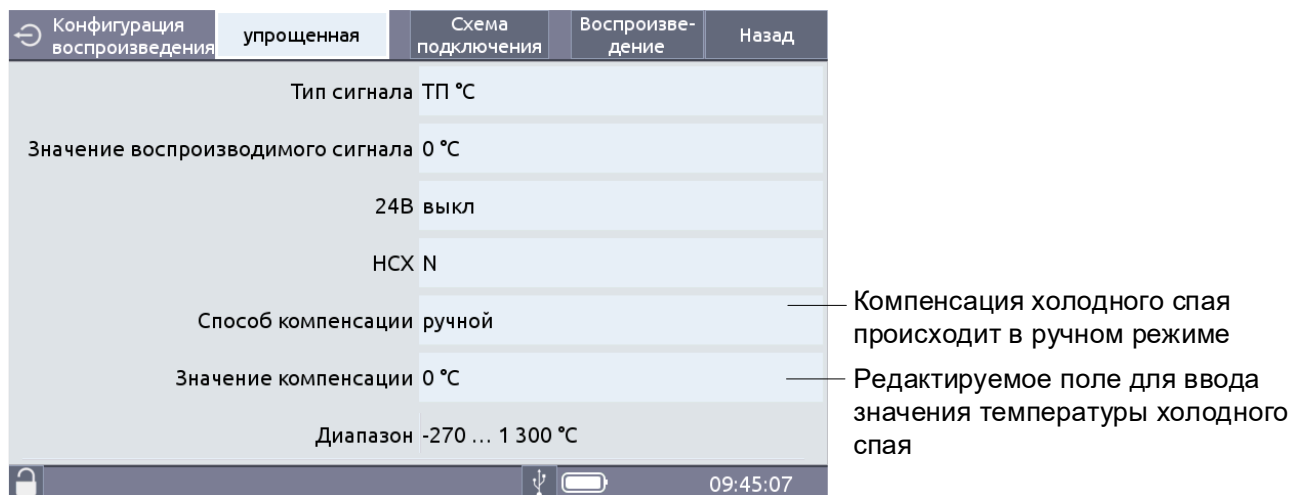

Рисунок 2.13
- ручной, при этом пользователю следует ввести значение температуры холодного спая в редактируемое поле «Значение компенсации» (см. рисунок 2.13);
При подключении к ИКСУ-3000 блока со встроенным компенсатором холодного спая для подключения ТП БТП3000 (далее – БТП3000) из комплекта поставки, в разъем которого встроен компенсатор холодного спая Pt100, необходимо выбрать автоматический тип компенсации холодного спая. В этом случае компенсация холодного спая в процессе измерений будет осуществляться прибором автоматически. Если БТП3000 не используется, то необходимо выбрать ручной тип компенсации холодного спая, затем произвести измерение температуры холодного спая с погрешностью, не превышающей предела допускаемой основной погрешности для данного типа ТП, и ввести измеренное значение в редактируемое поле «Значение компенсации» (см. рисунок 2.13, п. 2.8.5).